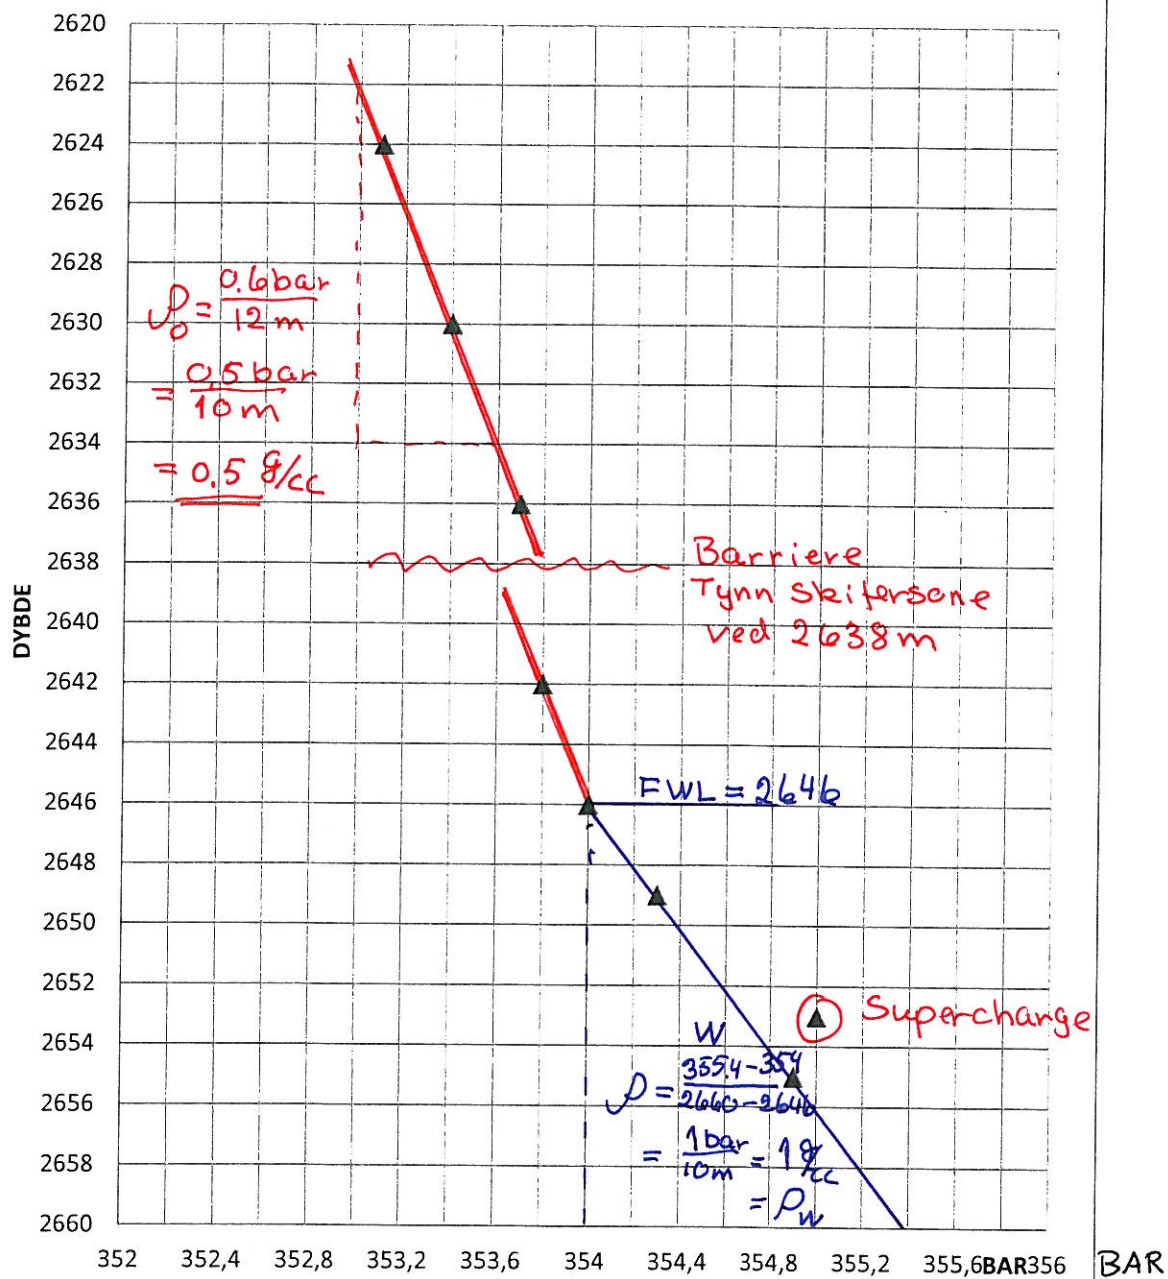

Fig. 3.4 Dybde vs. trykk (bar)
② Punktet med dybde 2653 m viser supercharge (Fig. 3.4)
③ - Trykkløst (Fig. 3.4) viser trykkløst ved den tynne skifer sonen ved 2638.
④ FWL fra logger er 2646-2648 (Fig. 3.1) og fra trykkløst 2646 m (Fig. 3.4)
⑤ FWL, in OWC, prod OWC
⑥  $\rho_w = 1 \text{ g/cc}$   $\rho_o = 0.58 \text{ g/cc}$  (Se Fig. 3.4)
⑦ Trykkløst (Fig. 3.4) viser ~~108 bar~~ overtrykk (ca. 90 bar) 2646 m - 354 bar